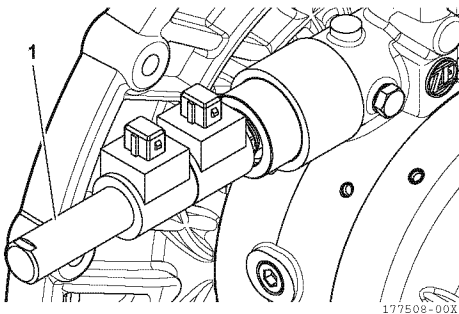

Abbildung 7
2. Die Abdeckung (1, **Abbildung 7**) abschrauben und abnehmen.